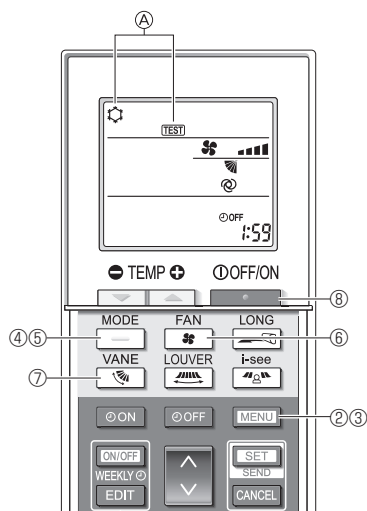

Fig. 7-5
- ① Attivare l'alimentazione almeno 12 ore prima della prova di funzionamento.
- ② Premere il pulsante **MENU** per 5 secondi. (Fig. 7-5) (Effettuare questa operazione quando il display del controller remoto è spento).
- ③ Premere il pulsante **MENU**. Vengono visualizzati **A** [TEST] e il modo operativo in corso. (Fig. 7-5)
- ④ Premere il pulsante **←** per attivare il modo raffreddamento e controllare poi se l'aria fredda viene soffiata dall'unità.
- ⑤ Premere il pulsante **→** per attivare il modo riscaldamento e controllare se l'aria riscaldata viene soffiata dall'unità.
- ⑥ Premere il pulsante **⚙** e verificare se la velocità del ventilatore cambia.
- ⑦ Premere il tasto **↻** e controllare se il deflettore automatico si muove correttamente.
- ⑧ Premere il pulsante **⏹** per arrestare la prova di funzionamento. (Dopo due ore, verrà inviato un segnale per arrestare la prova di funzionamento).